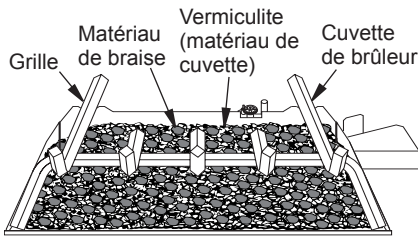

Figure 21 - Matériau de braise sur la surface du matériau de cuvette (vermiculite)
3. Prenez du matériau de braise du sac et posez-les sur la surface du matériau dans la cuvette (voir figure 21).